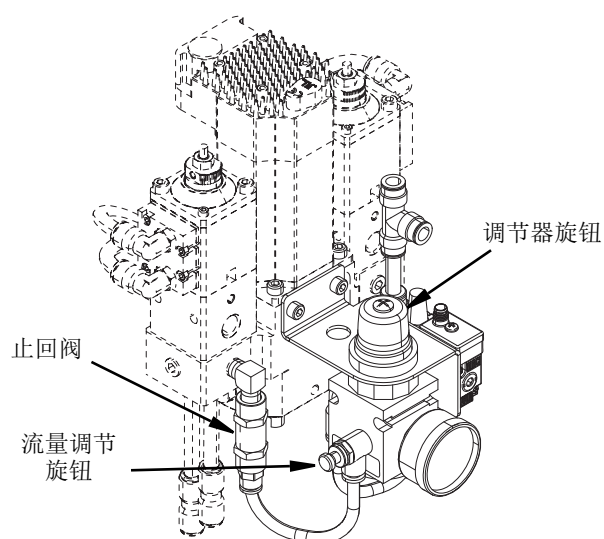

图 17
2. 顺时针旋转流量调节旋钮以增加流量，或逆时针旋转以减少流量来调节流量。参见图 17。